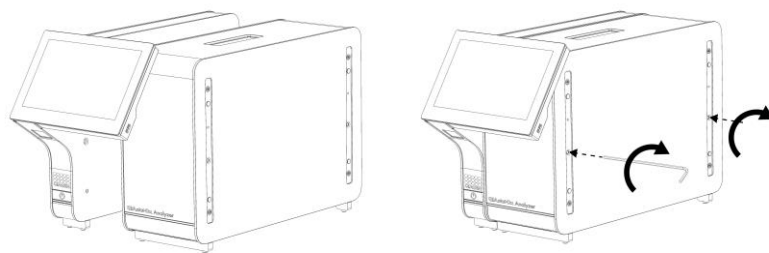

图 6. 将操作模块连接到分析模块。
3. 将操作模块从包装箱中取出，然后将其连接到分析模块的左侧。使用 QIAstat-Dx Analyzer 1.0 自带的分析-操作模块装配工具拧紧螺丝（图 6）。